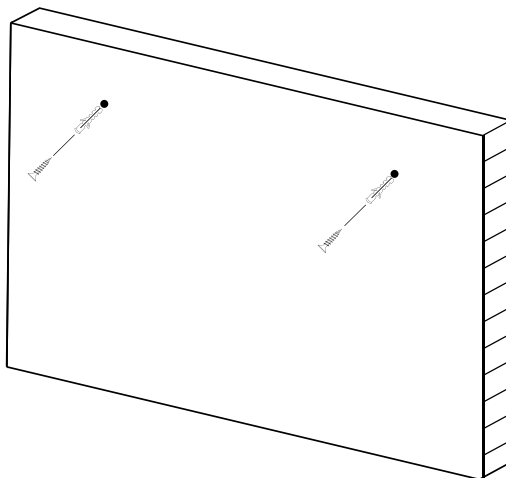
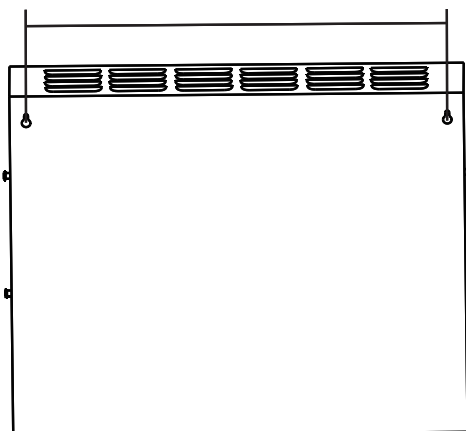

Abbildung 1
Abbildung 2
1. Bohren Sie die Löcher (Ø 7 mm) in die Wand gemäß Abbildung 1 und Abbildung 2. Lochabstand ist 586mm.
3. Heben Sie das Gerät in die Position, so dass die 2 Befestigungslöcher (siehe Abbildung 2) auf der Rückseite der Garnitur über den 2 aus der Wand hervorstehenden Schrauben sitzen. Achten Sie auf die Feuerhöhe.